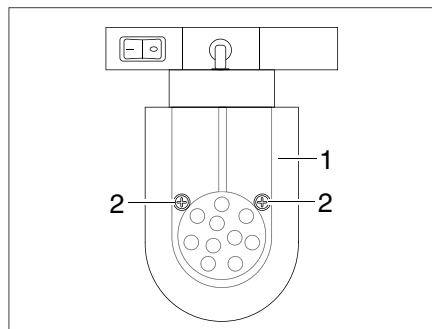

Fig. 379 Faretto a LED (mobile)
- Svitare le viti di fissaggio (Fig. 379,2).
- Rimuovere il vetro della lampada (Fig. 379,1).